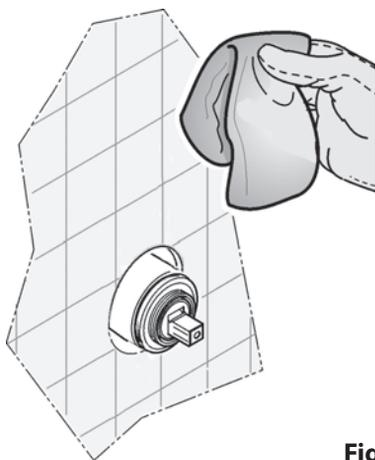

Fig. 7
- Удалить возможные загрязнения и мусор с деталей смесителя и прилегающей к нему облицованной поверхности. (Рис.7)